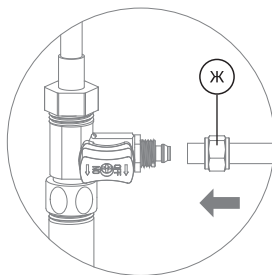
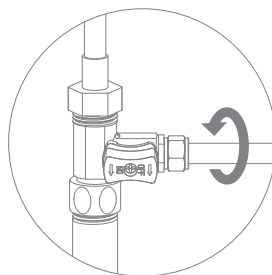

Рис. 11
Рис. 12
2. В гайку (Ж) проденьте зеленую пластиковую трубку, идущую на вход в фильтр (рис. 11). Конец трубки наденьте на штуцер адаптер-вентилья до упора и плотно накрутите гайку (рис. 12).